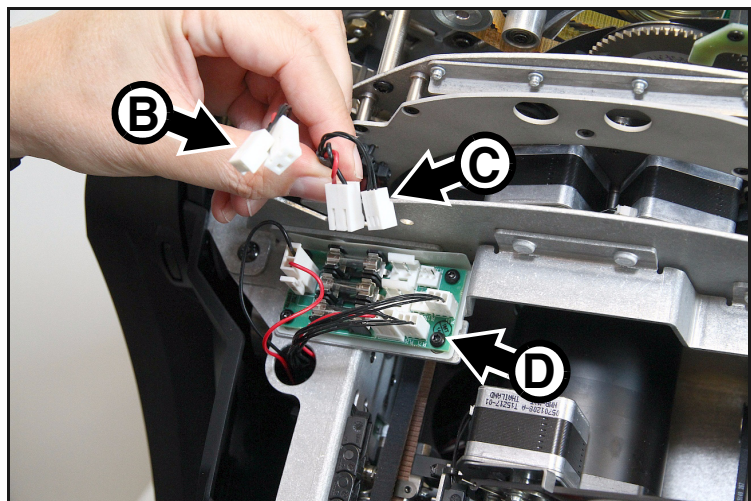

Figure 11: Déconnexion du multi-module
3. Voir Figure 11. Débranchez les deux paires de connecteurs alimentation et signal **B** et **C** de leur carte de distribution **D**.